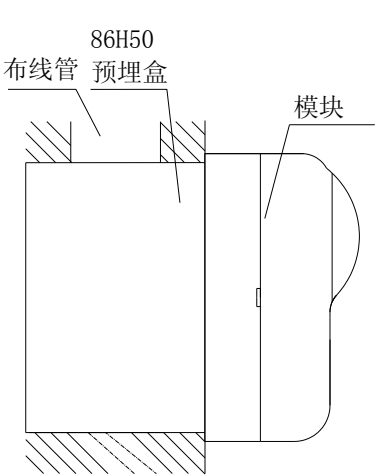
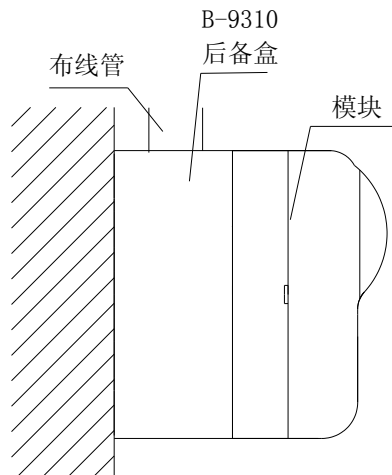
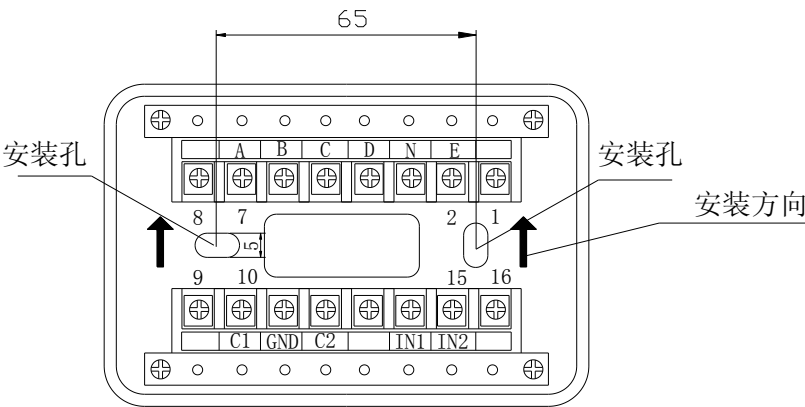

图 2 布线管暗装示意图
图 3 布线管明装示意图
图 4 底壳端子示意图
1. 模块与底壳之间采用插接方式，底壳安装可采用布线管明装或布线管暗装两种方式，安装时应注意方向（如图 4 所示）。布线管暗装时，可将底壳安装在 86H50 型标准预埋盒上，安装方式如图 2 所示；布线管明装时，可采用我公司生产的 B-9310 型专用后备盒，安装方式如图 3 所示。
2. 底壳端子示意图如图 4 所示。
安装孔: 用于固定底座, 两安装孔中心距为 65mm, 如图 4 所示。